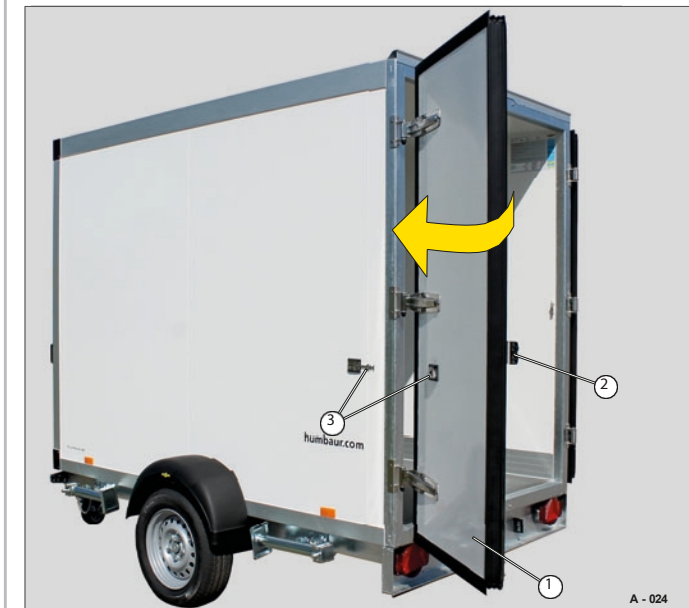

Fig. 24 Öppna dörrbladet
► Kontrollera att det finns tillräckligt med utrymme bakom fordonet för att öppna dörrbladet (Fig. 24/1).
► Fäst dörrbladet med dörrhållaren (Fig. 24/3) - se "Säkring av dörrbladet" på sidan 53.